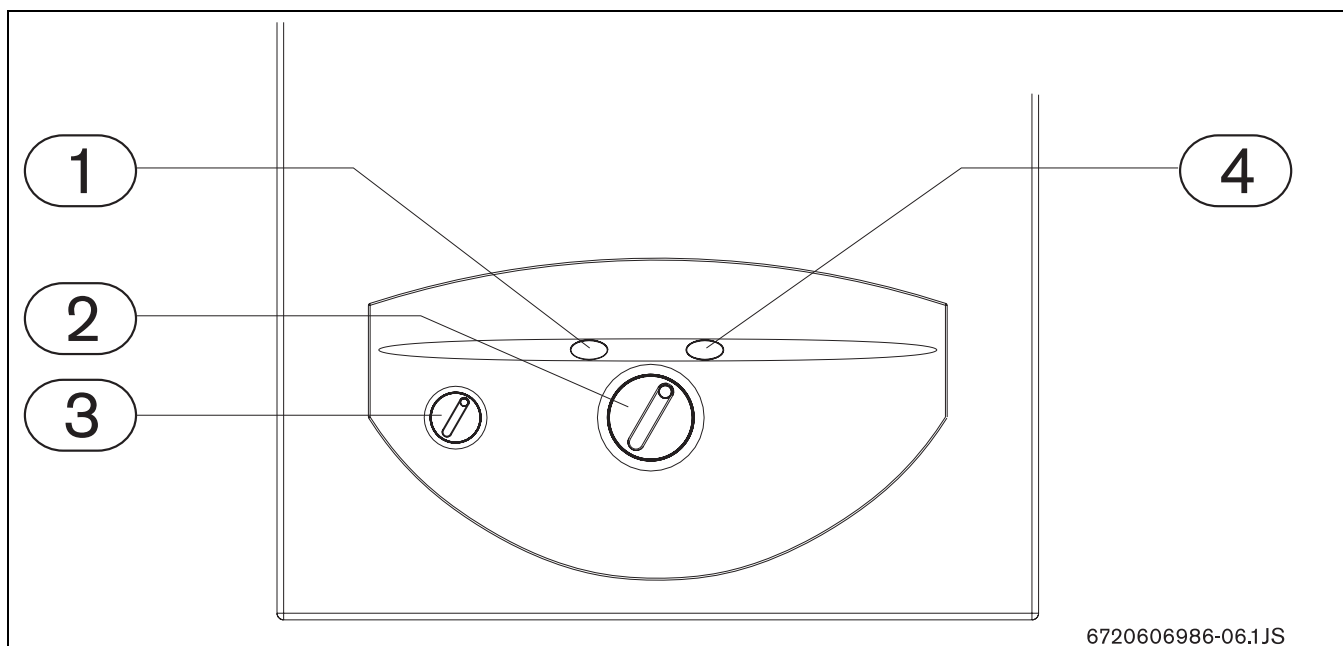

Fig. 7
Questo apparecchio dispone di un sistema di segnalazione delle anomalie. L'avviso di eventuali anomalie avviene per mezzo di segnali, mediante una spia luminosa rossa, incorporata nel tasto di riarmo (Fig. 7, pos. 1). L'apparecchio torna a funzionare una volta rimossa la causa del guasto e dopo aver premuto il tasto di riarmo. Per identificare il tipo di anomalia, consultare il capitolo 10 di questo manuale.
- Ruotare il selettore di temperatura (Fig. 7, pos. 2) nella posizione 6 (posizione 60 nel quadro comandi).
- Premere e mantener premuto, per almeno dieci secondi, la spia luminosa di "bruciatore acceso" (che funge anche da tasto per servizio tecnico (Fig. 7, pos.4) contemporaneamente ruotare l'interruttore principale in posizione I (Fig. 7, pos. 3).
- Ruotare il selettore di temperatura (Fig. 7, pos. 2) nella posizione 1 (posizione 35 nel quadro comandi).
- Premere e mantener premuto, per almeno dieci secondi, la spia luminosa di "bruciatore acceso" (che funge anche da tasto per servizio tecnico (Fig. 7, pos.4), contemporaneamente ruotare l'interruttore principale in posizione I (Fig. 7, pos. 3).
- Disinserire la tensione 230V presso l'interruttore bipolare, a monte dell'apparecchio, presso l'interruttore principale (Fig. 7, pos. 3) e smontare il mantello.